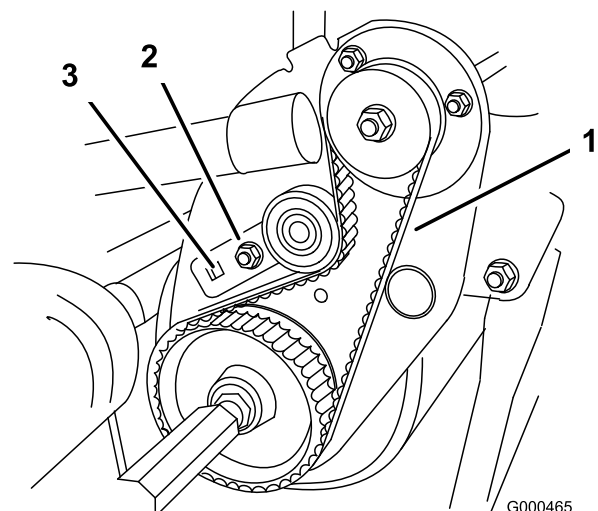

図 47
- B. 3/8インチのトルクレンチでアイドラ・ブラケットを  $0.4 \sim 0.46$  kg.m のトルクで回転させてベルトを張る（図 47）。トルクレンチの設定が狂わないように注意しながら、ベアリング・ハウジング取り付けナットを締め付ける。（タング・ワッシャは、ベルトのスリップを防止するためのものである）。ベルトを強く張りすぎないように注意すること。